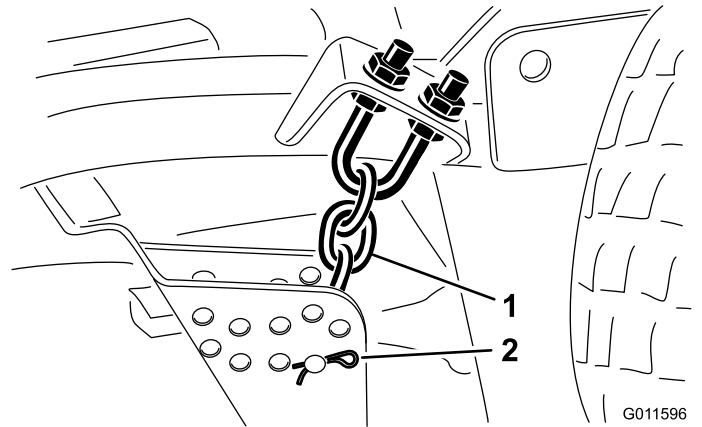

Figure 18
- Enlevez la goupille fendue et l'axe de chape qui fixent les chaînes de hauteur de coupe à l'arrière du tablier de coupe (Figure 18).